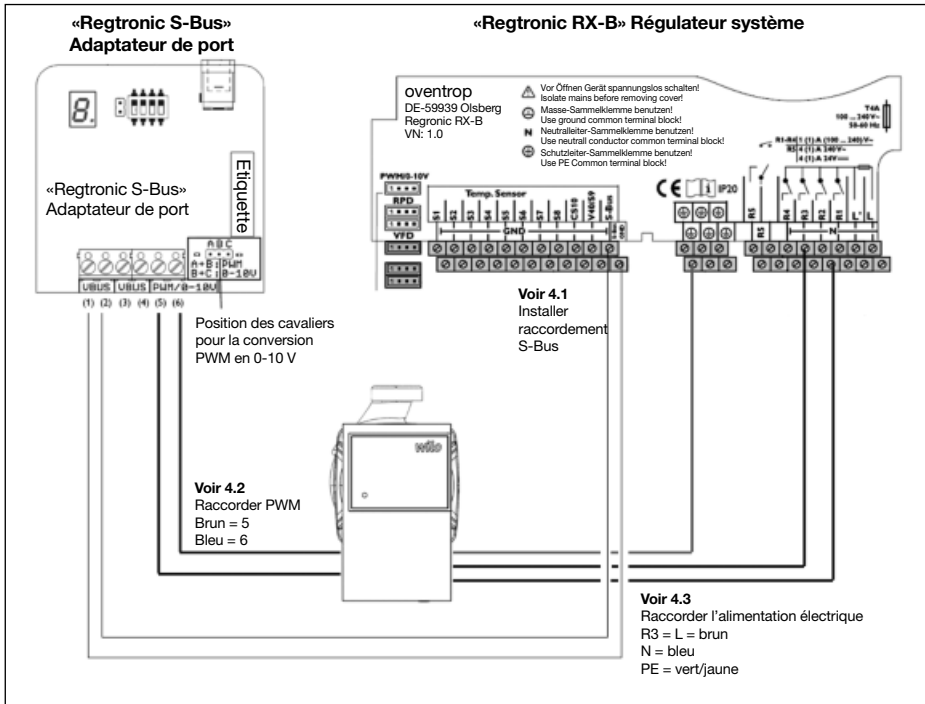

Fig. 5.4 Schéma de raccordement
- 4.1. Ouvrir le couvercle du régulateur «Regtronic RX-B» et relier le raccordement V-Bus de l'adaptateur de port «Regtronic S-Bus» au raccordement S-Bus du régulateur (voir fig. 5.4), la polarité est indifférente. Les câbles de raccordement sont fournis avec l'adaptateur de port.